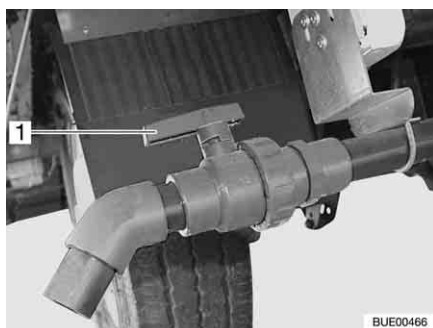

Bild 207 Avtappningskran
- Vrid utloppsventilens handtag (Bild 207,1) i flödesriktningen.